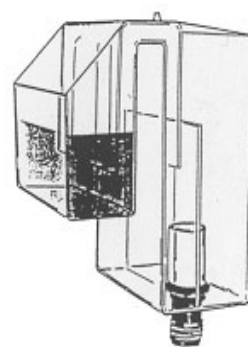

рис.2
1. Вкрутите крепление (4) в корпус бачка как показано на рисунке 1. Наденьте губку предварительного фильтра на отводную трубу – это предотвратит попадание крупных частиц грязи в фильтрующую систему и уменьшит шум воды.
4. Закрепите бачок в подходящем месте аквариума и позвольте воде перелиться в предварительную камеру (рис. 2) Нижней позиционирующей кнопкой Вы можете зафиксировать переливочную каёмку строго горизонтально.